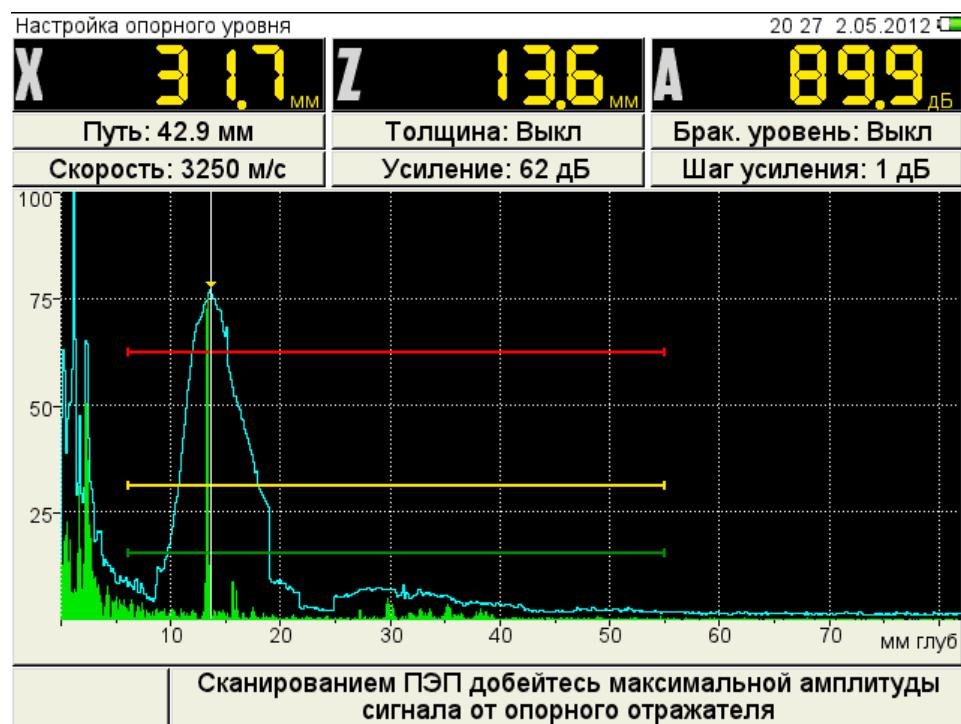

Рисунок 15
- перейти на параметр «Опорный уровень» и включить его нажатием клавиши . Откроется окно настройки опорного уровня (рисунок 15);